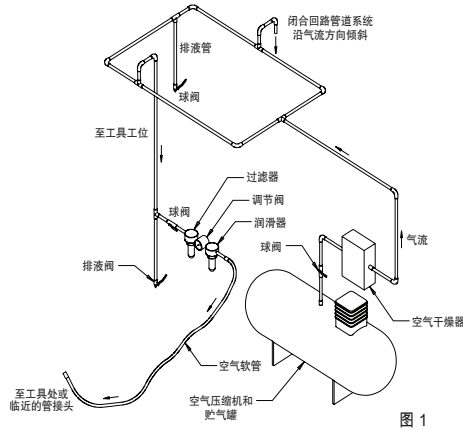

图 1
使用的气源要清洁润滑, 并且在本工具以控制杆全部压下的状态运转时, 在本工具上达到的气压实测值为6.2 bar (90 psig)。兹建议: 使用批准的管路, 其最大长度为10毫米 (3/8英寸) x 8米 (25英尺)。如图1所示, 将本工具连接到气源上。与本工具连接的管路必须有容易接近的闭气阀。强烈建议: 请按照图1所示的那样使用空气滤器、调节器和润滑器 (FRL), 因为这样能够给工具供应正确压力的清洁、润滑的空气。在任何情况下, 只要气源压力超过工具上标称的最大压力值, 那么在操作本工具的同时, 应当始终使用适当的空气压力调节器。可以从你的工具经销商处取得这种设备的详细资料。如果这种设备未被使用, 应当手动为其施用润滑油。要手动润滑本工具, 先断开气源管路, 将2到3滴的适当气动电机润滑油加入本工具软管的末端 (入口), 例如, 3M™ Air Tool Lubricant PN 20451、Fuji Kosan FK-20或者Mobil ALMO 525。重新将本工具连接到气源上, 再缓慢地运转本工具几秒钟, 使得空气能够循环润滑油。如果频繁使用该工具, 请每日润滑该工具, 或者如果该工具的运转开始缓慢或者无力的话, 就要给工具加润滑油。当工具正在运转的时候, 建议加在工具上的压力为6.2 bar (90 psig), 以便不超过最大RPM。本工具可以在较低的压力下运转, 但决不应该在高于6.2 bar (90 psig) 的压力下运转。如果在较低的压力下运转, 那么本工具的性能也会降低。
* 在部件页面的图纸上, 图1, 2和3都包含有套爪。